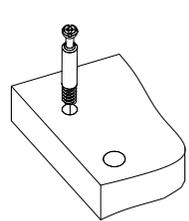
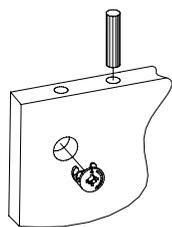

Рис.1
Рис.2
1. Подготовьте детали к сборке. Вкрутите шпильки минификсов в детали 1 (Рис. 1). Затем вставьте головки минификсов в детали 2, 3, 5 (Рис. 2).